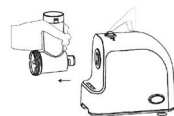

Рис. 16
- Для снятия головки мясорубки (7) нажмите на кнопку фиксатора (3), поверните головку мясорубки (7) по часовой стрелке и снимите её (рис. 16).